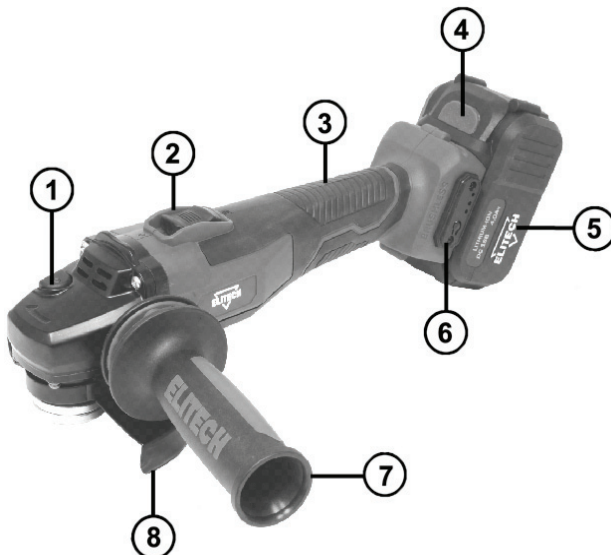

Рис. 1
Установите боковую рукоятку 6 (Рис. 1) на инструмент, заворачивая ее по часовой стрелки.
Нажмите на кнопку фиксатора шпинделя 1 (Рис. 1) для предотвращения вращения шпинделя при установке или снятии диска.
Для изменения частоты вращения шпинделя используйте кнопку 6 (Рис. 1). Каждое нажатие кнопки переключает частоту вращения на следующую ступень (4500 / 6500 / 8500 об/мин). Светодиодные индикаторы указывают выбранную частоту вращения.
- Извлеките аккумулятор 5 (Рис. 1) из инструмента, нажав на кнопку разблокировки аккумулятора 4 (Рис. 1) и потянув аккумулятор из устройства.